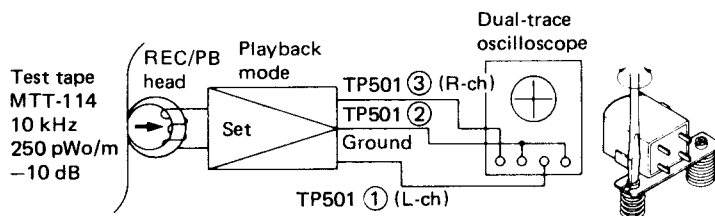

Figure 12-3
- 1) Connect instruments as shown in Fig. 12-3.
- 1) Die Instrumente gemäß Abb. 12-3 anschließen.
- 1) Brancher les instruments comme le montre la Fig. 12-3.